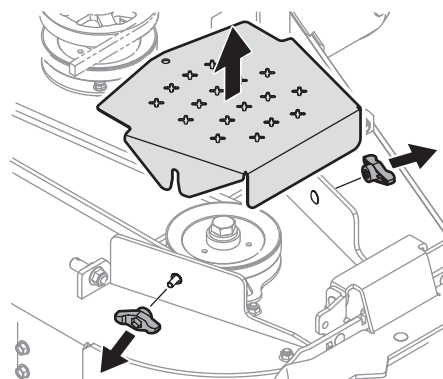

Fig. 19
- Limpie la parte superior de la plataforma de corte, debajo de las cubiertas de husillos y del área de correas (Fig. 19).